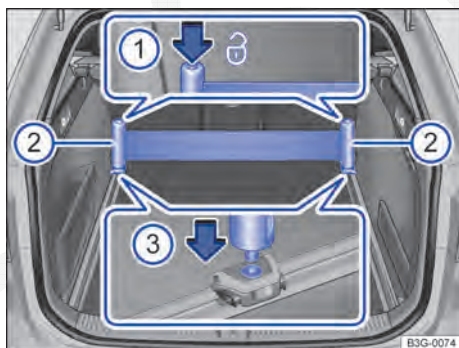

Fig. 150 No compartimento de bagagem: instalar e remover a cinta tensora.
- Segurar o suporte da cinta tensora → Fig. 150 **2** com as duas mãos e pressionar os dois botões da cinta tensora → Fig. 150 **1** e mantê-los pressionados.
- Colocar os suportes da cinta tensora, um após o outro, no entalhe do respectivo olhal de amarração móvel → Fig. 150 **3** (seta menor) e deixar que travem.
- Soltar os botões da cinta tensora → Fig. 150 **1**.
- Pressionar os botões da cinta tensora → Fig. 150 **1** para tensionar a cinta.
Remover os dois suportes da cinta tensora → Fig. 150 **2** um após o outro.
- Pressionar o respectivo botão da cinta tensora → Fig. 150 **1** e mantê-lo pressionado.
- Puxar o suporte → Fig. 150 **2** para cima, para fora do olhal de amarração móvel.
- Juntar os dois suportes da cinta tensora → Fig. 150 **2** lentamente. A cinta tensora enrola-se automaticamente.